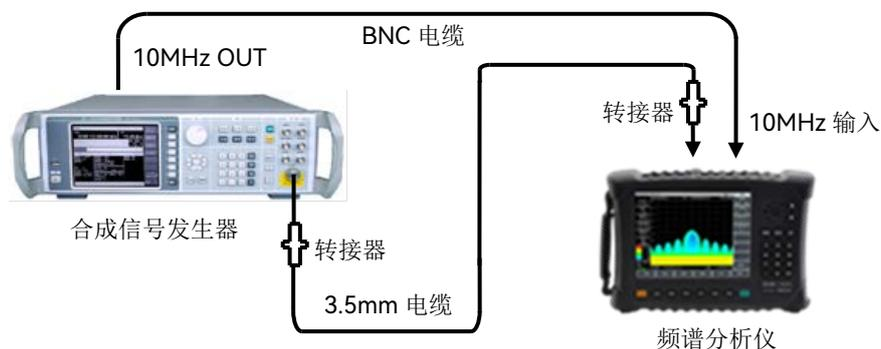

图 12-14 镜像、多重和带外响应测试设置
- 1) 如图 12-14 连接测试仪器，合成信号源 1464A 为频谱分析仪提供频率参考；